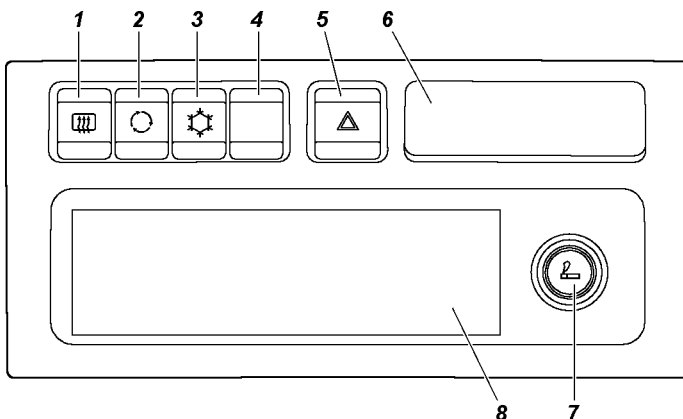

Рис. 3.5. Центральная консоль панели приборов (наименование позиций см. в тексте)
**4 -центральная консоль** (рис. 3.5).
На рис. 3.5 изображена центральная консоль панели приборов.